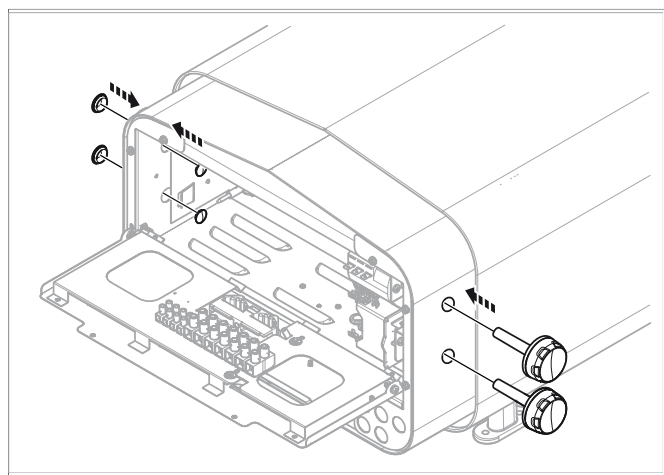

Рисунок 11: Крепление ручек и защитных колпачков
10. Прикрепите ручки к таймеру и термостату. Закрепите защитные колпачки на противоположной стороне см. **Рисунок 11**, страница 4.